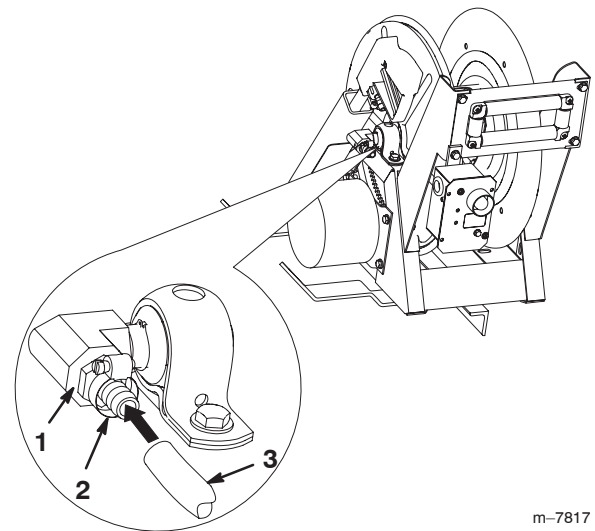

Figure 17
- 20.** Enroulez du ruban Téflon, dans le sens anti-horaire, autour du filetage d'un raccord cannelé (1/2 pouce) et placez-le dans l'orifice d'entrée sur le côté du dévidoir (Fig. 17).
- 22.** Connectez l'extrémité du flexible au raccord du dévidoir (Fig. 17) et fixez les deux extrémités avec 2 petits colliers.